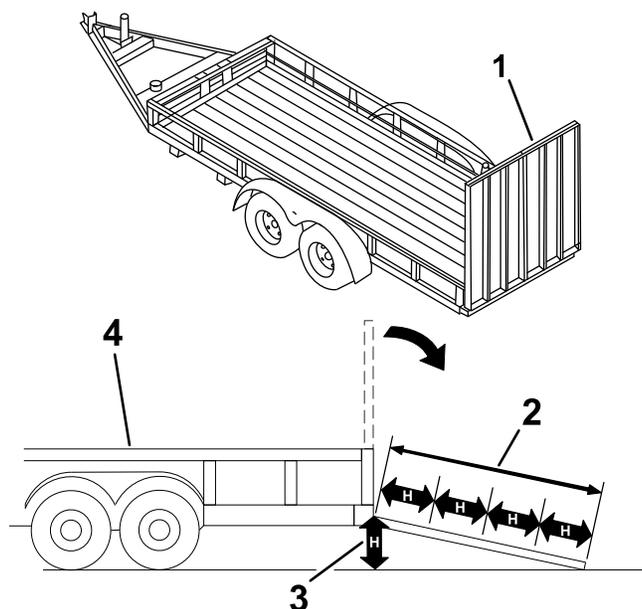

Рисунок 22
При погрузке машины на прицеп или грузовик повышается вероятность опрокидывания, что может привести к получению тяжелой травмы или гибели (Рисунок 22).
3. Опустите наклонный въезд (Рисунок 22).